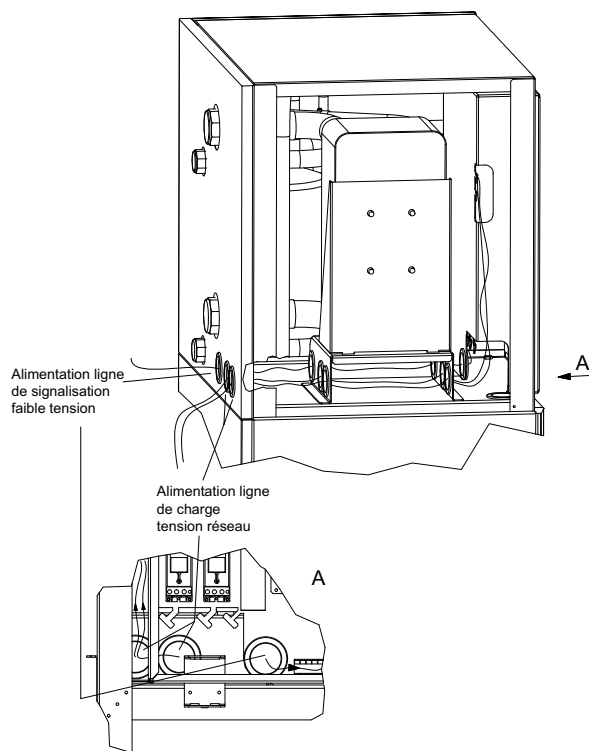

Fig. 7.4: Passage de câble du boîtier électrique
**Lors des branchements électriques du boîtier électrique, veiller à introduire séparément les lignes de charge et les lignes de signalisation dans le boîtier électrique. Utiliser pour cela les passages de câble du boîtier électrique spécialement disposés à cette fin (voir Fig. 7.4 - page 7).**